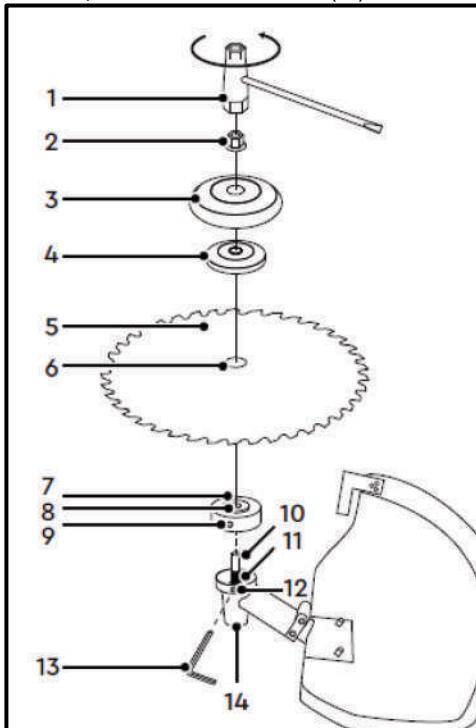

Рис. 26
#### Встановлення ріжучого ножа (Рис. 26):
- Встановіть на шліци (11) шпинделя (10) шліцьову привідну шайбу (7) з посадковою сходинкою.
- Встановіть ріжучий ніж (5) на шліцьову привідну шайбу (7). Посадкова сходинка (8) шліцьової привідної шайби (7) повинна увійти в посадковий отвір (6) ріжучого ножа (5).
- Встановіть на шпиндель (10) притискну шайбу (4), тарільчасту шайбу (3), фіксуючу гайку (2).
- Заблокуйте обертання шпинделя (10) та шліцьової привідної шайби (7), встановивши ключ (13) в отвір (12) нижнього редуктора (14) та в отвір (9) шліцьової привідної шайби (7).
- Затягніть ключем (1) (19 мм) фіксуючу гайку (2), обертаючи її в напрямку стрілки, як показано на Рис. 26, після чого витягніть ключ (13).
#### Зняття ріжучого ножа (Рис. 26):